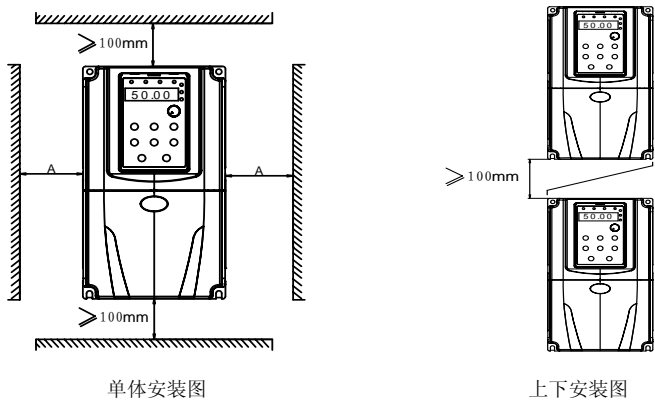

图 3-1 AMK600 变频器安装示意图
在需要上下安装の場合，请参考图 3-1 的示意，安装隔热导流板。
- 2) 安装空间遵照图 3-1 所示，保证变频器的散热空间；但布置时请考虑柜内其它器件的散热情况。